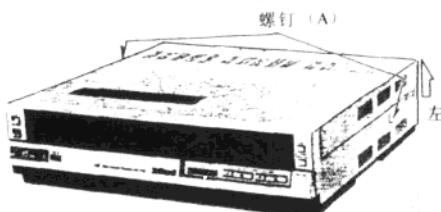

图 2-2 卸机壳
拧下两个螺钉 (A)，然后小心地提起机壳的后面，以取下机壳，如图 2-2 所示。